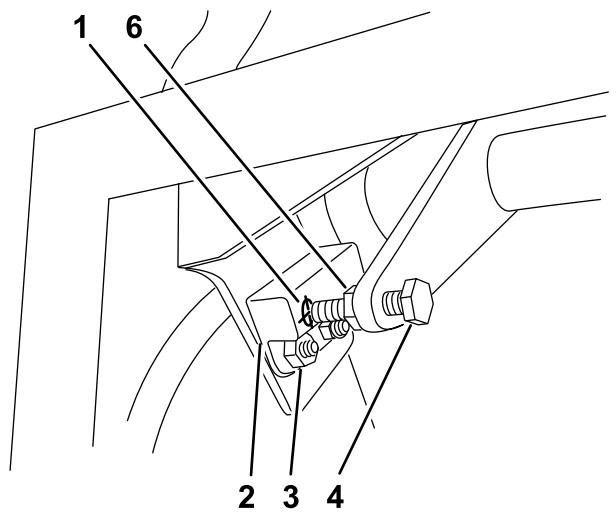

Figura 55
1. Compruebe y asegúrese de que el perno que está conectado a la palanca de control de movimiento está alineado con la diana del interruptor de proximidad (Figura 55).
2. Si es necesario, afloje los pernos y ajuste el interruptor de proximidad hasta que la diana quede alineada con el perno que está conectado a la palanca de control de movimiento (Figura 55).
3. Compruebe la distancia entre el perno y el interruptor de proximidad. Debe ser de a pulgadas 1.27 a 2.29 mm (0.050 a 0.090 pulgadas) (Figura 55).
4. Si es necesario ajustarla, afloje la contratuerca y ajuste el perno a la distancia correcta. Apriete la contratuerca después de ajustar el perno (Figura 55).